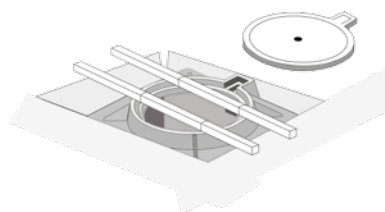

Fig. 2a
Also in spheroidal cast iron the graphite nodules inhibit cracks (Figure 2b), unlike lamellar graphite which offers a preferential route for them to spread (Figure 2a).
En outre, dans la fonte à graphite sphéroïdal, les nodules de graphite exercent une action d'arrêt pour les cricques (figure 2b), à la différence du graphite lamellaire qui offre une voie préférentielle pour leur propagation (figure 2a).
2. Posizionare il sistema telaio-assi sopra il pozzetto assicurandosi di centrare verticalmente il telaio rispetto al passo d'uomo del pozzetto (fig 2a)
2. Place the frame-axle system on the shaft being sure to centre the frame vertically with respect to a human passing the shaft (Fig 2a)
2. Positionner le système cadre-axes sur le puits en s'assurant de centrer verticalement le cadre par rapport au trou d'homme du puits (fig. 2a)